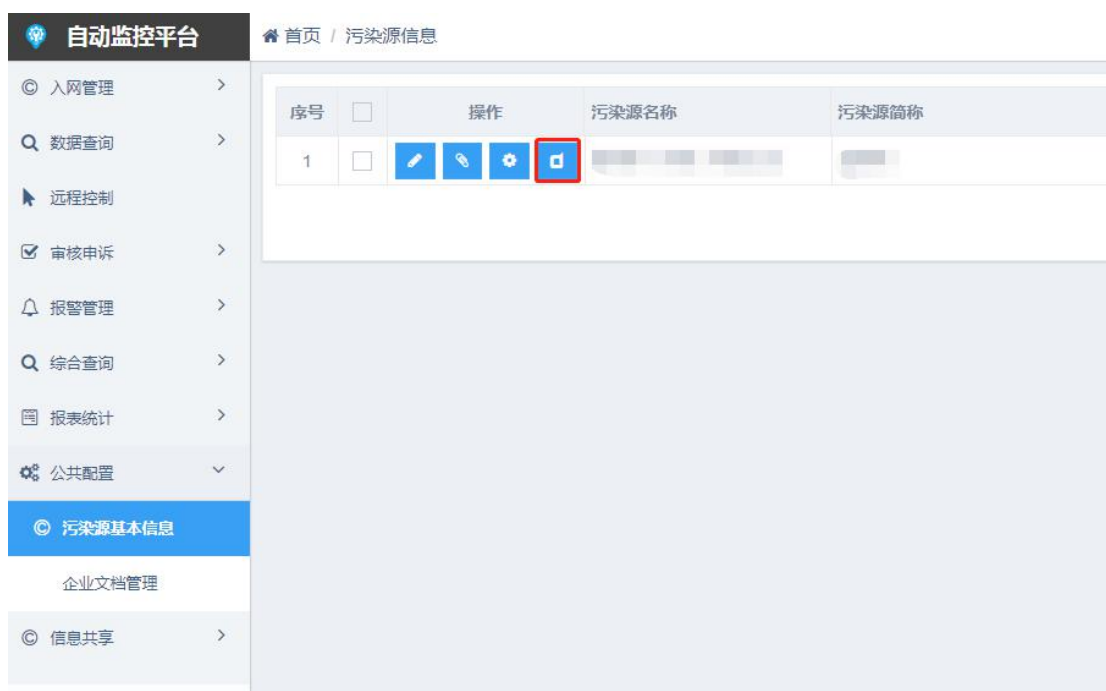
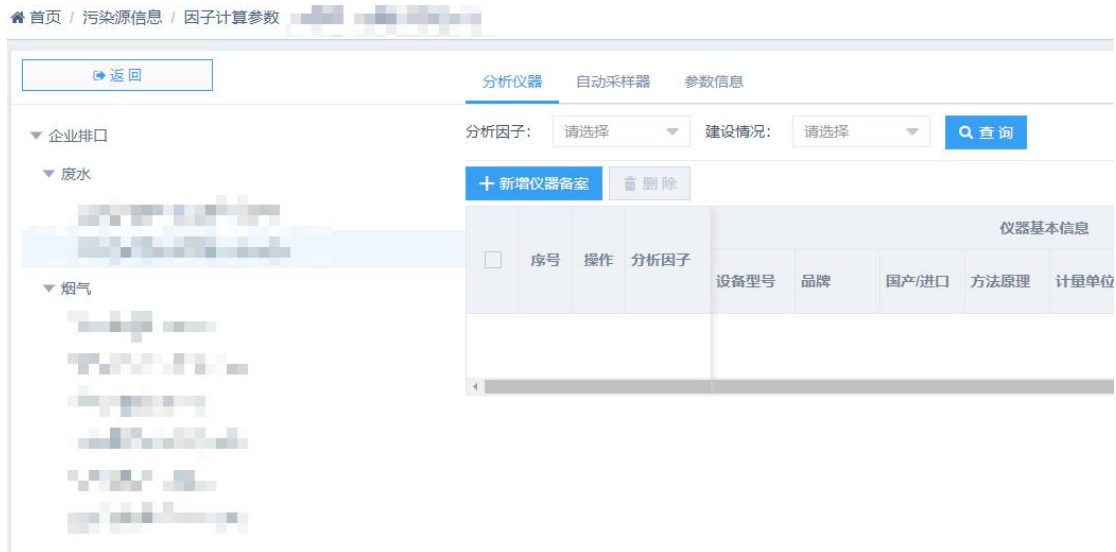

图 1 点击“污染源基本信息”
图 2 跳转“企业排口”
1. 企业登录企业账号，点击【公共配置】下【污染源基本信息】菜单，平台会显示该企业的污染源信息，如图 1，点击操作栏中第 4 个按钮，页面跳转至图 2。